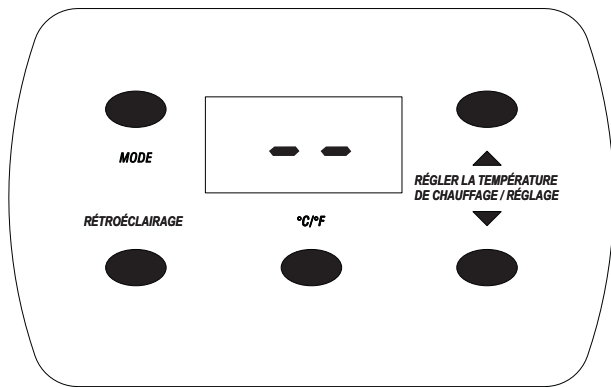

Figure 9
3. Chaque témoin clignotera quatre fois, puis l'appareil de chauffage passera en attente du mode Télécommande. En attente du mode Télécommande, le témoin DEL clignotera lentement et un tirtet double « - - » apparaîtra sur le panneau d'affichage. **Voir Figure 9.**